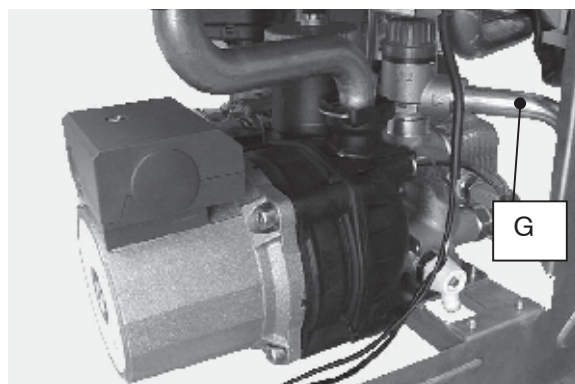

Fig. 5-4
- 8 Connect the pipe G (Fig. 5-4) from the pressure relief valve to the safety discharge pipework.
- 8 Присоедините трубку G (рис.5.4) к предохранительному клапану и системе слива.